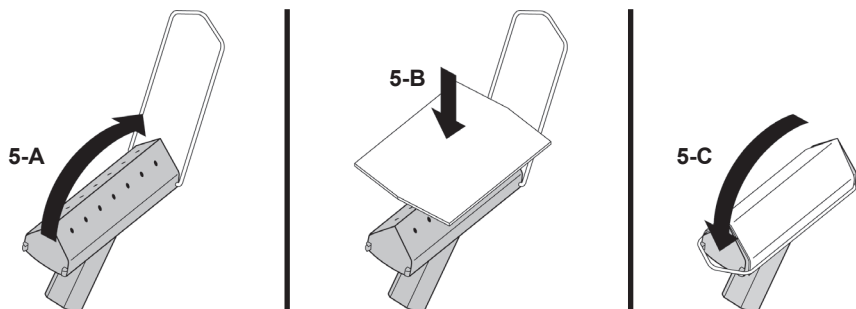

FIGURE 5
1. Faites basculer le loquet de l'Outil de coin vers la position ouverte (FIGURE 5-A).
2. Pressez le Tampon désiré contre l'Outil de coin (FIGURE 5-B). Le Tampon doit envelopper le bord en biais, de façon à recouvrir tous les trous de diffusion de vapeur.
3. Continuez à pousser le Tampon contre l'Outil de coin, puis faites basculer le loquet sur le Tampon pour le verrouiller (FIGURE 5-C). Ainsi, le tampon demeurera en place.